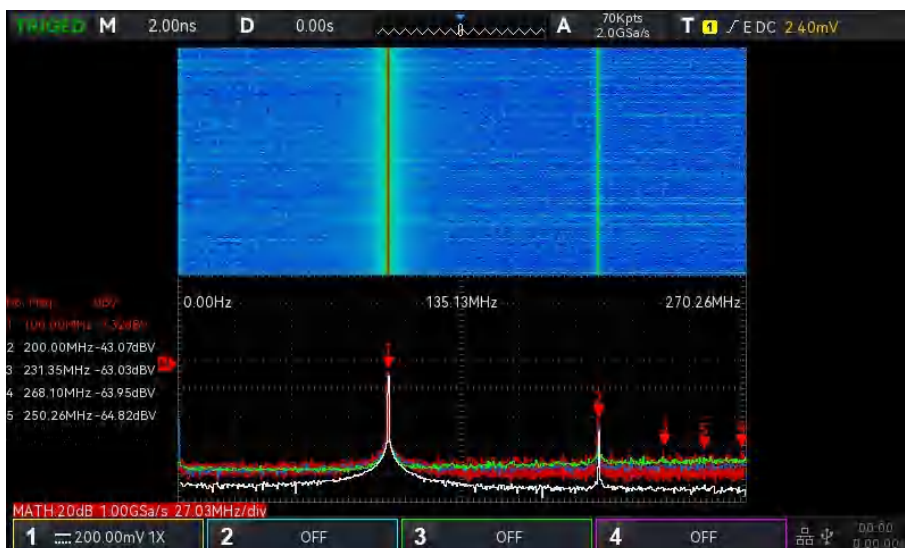

图 17-3
- e. 瀑布图 2：频谱和瀑布图分上下 2 个窗口显示，瀑布图反应频谱上 dB 值随时间的变化情况，具有“记录”的功能。瀑布图只有 FFT 打开时才能选中，最多可记录 200 幅与瀑布图对应的频谱，如下图 17-3 所示。